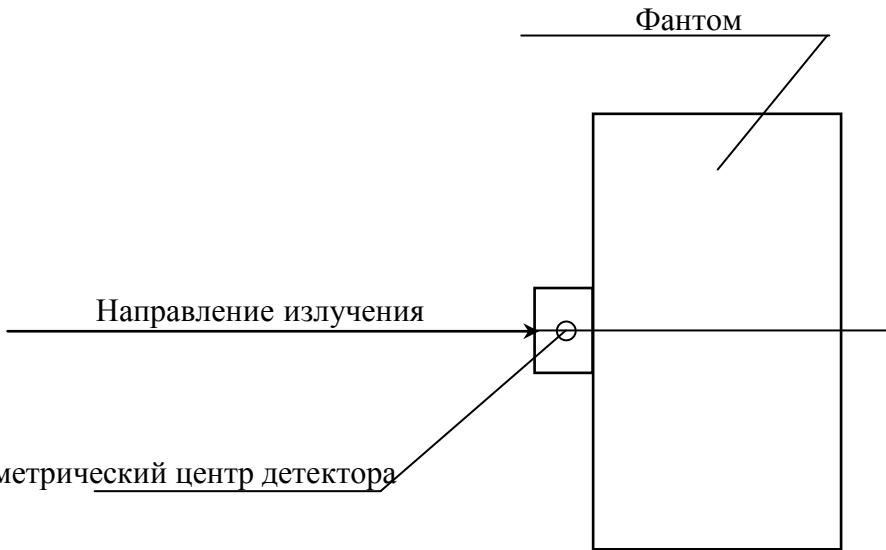

Рисунок 5.1 – Способ установки дозиметра с фантомом на поверочную дозиметрическую установку.
2) закрепить дозиметр на фантоме так, чтобы надпись “Сторона к телу” была обращена к фанту. Установить дозиметр с фантомом на поверочную дозиметрическую установку так, чтобы нормаль, проведенная из геометрического центра передней стенки фантома, совпала с центральной осью коллиматора поверочной дозиметрической установки, а центральная ось коллиматора проходила через геометрический центр детектора поверяемого дозиметра, рисунок 5.1. Геометрический центр детектора указан в эксплуатационной документации на дозиметр;